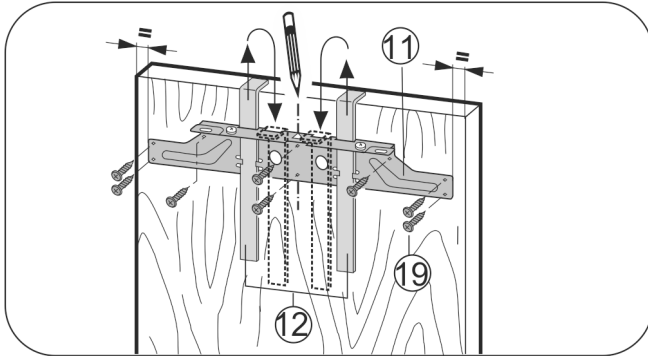

Fig. 18
- ▶ Траверсу кріплення Fig. 18 (11) разом з засобами для монтажу Fig. 18 (12) приладняйте на внутрішню сторону дверцят шафи.
- ▶ Вирівняйте траверсу кріплення Fig. 18 (11) на дверцятах посередині.
- ▶ скріпіть траверсу кріплення Fig. 18 (11) не менш ніж 6 гвинтами Fig. 18 (19).
- ▶ скріпіть траверсу кріплення Fig. 18 (11) 4 гвинтами Fig. 18 (19) по краю.
- ▶ Засоби монтажу Fig. 18 (12) підніміть вгору та вкрутіть у розташовані поруч отвори.